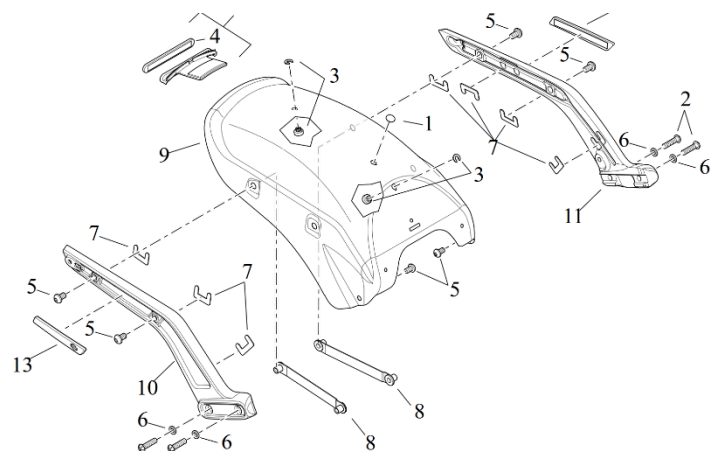

Abb.3
1. Die hinteren Originalschrauben (5, Abb.3) lösen und durch die mitgelieferten Schrauben (1) ersetzen diese werden nicht ganz eingeschraubt, sodass sie etwa 4-5mm aus dem originalen Befestigungsblech (8) herausragen
3. Die Schrauben (1) werden jetzt festgezogen
4. Den Kennzeichenhalter von innen mit Unterlegscheibe (2) und Sechskantmutter (3) festschrauben